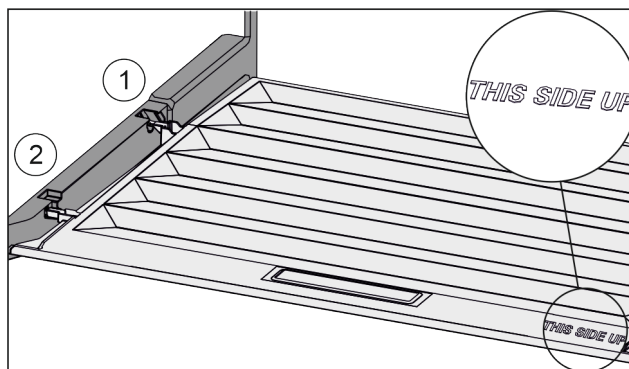

Fig. 82
- ▶ Introduire les rainures du couvercle par l'orifice du support arrière Fig. 82 (1) et les enclencher à l'avant dans le support Fig. 82 (2).